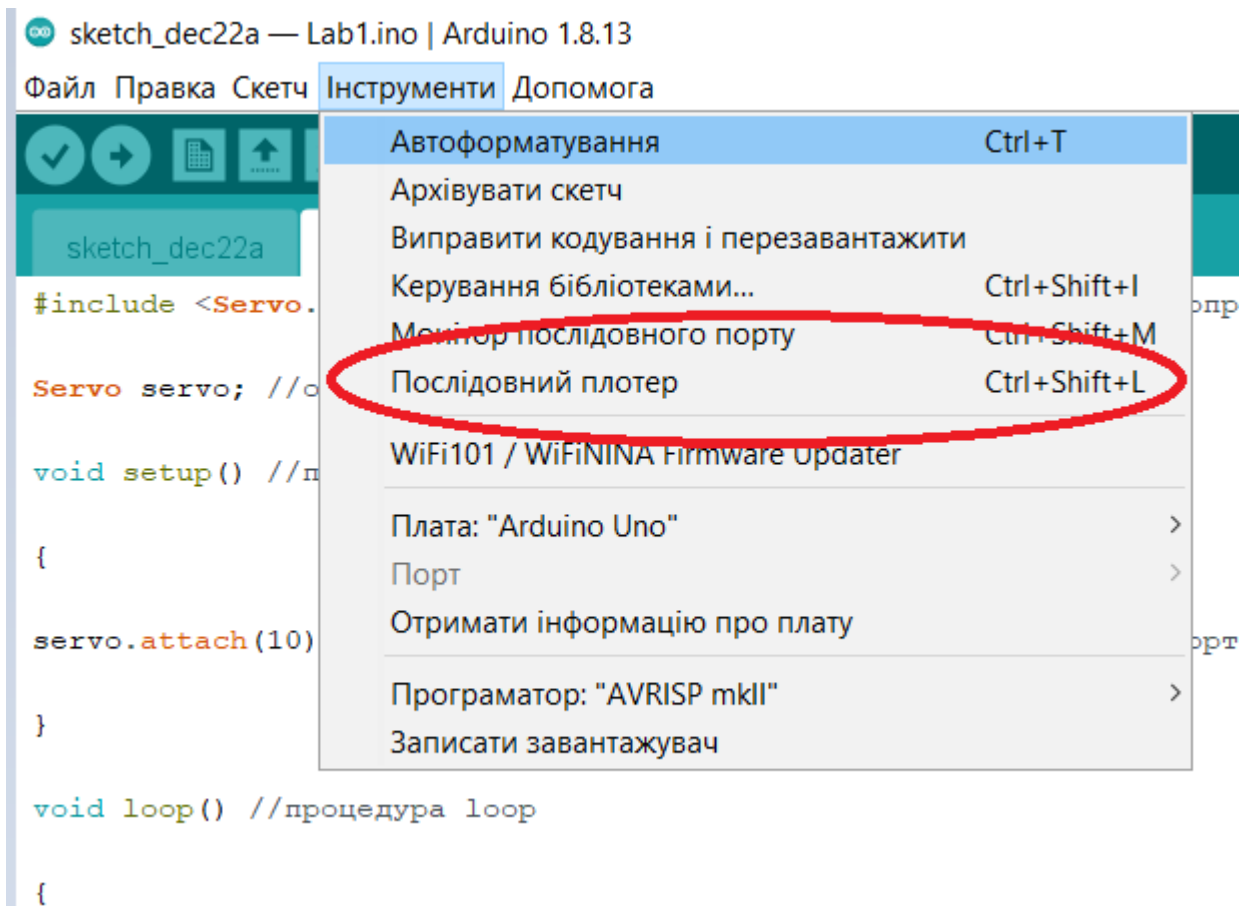

Рис.3.6 – Реєстрація вихідного сигналу в Arduino IDE за допомогою послідовного плотеру.
7. За допомогою функції реєстрації сигналу керування «Послідовний плотер» (рис.3.6) сформувати графіки сигналів керування сервоприводом.